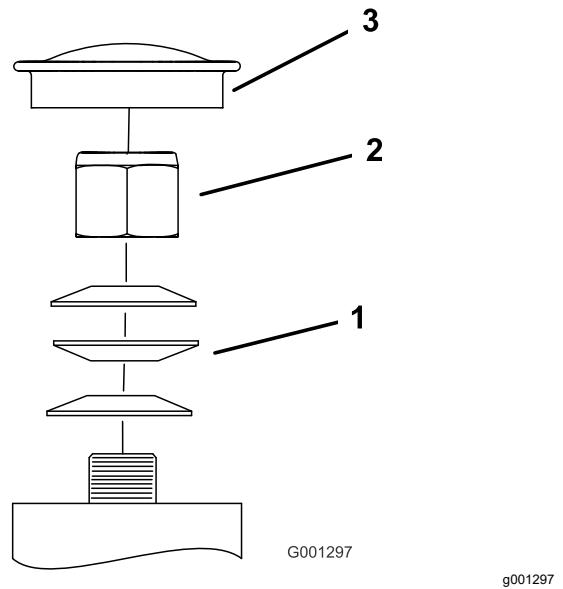

Figure 58
3. Retirez le capuchon protecteur de la roue pivotante et serrez le contre-écrou (Figure 58).
4. Continuez de le serrer jusqu'à ce que les rondelles élastiques soient aplatis, puis desserrez-le de 1/4 de tour pour obtenir la précharge correcte des roulements (Figure 58).
Important: Veillez à placer les rondelles élastiques comme montré à la Figure 58.
5. Remettez le capuchon protecteur en place (Figure 58).